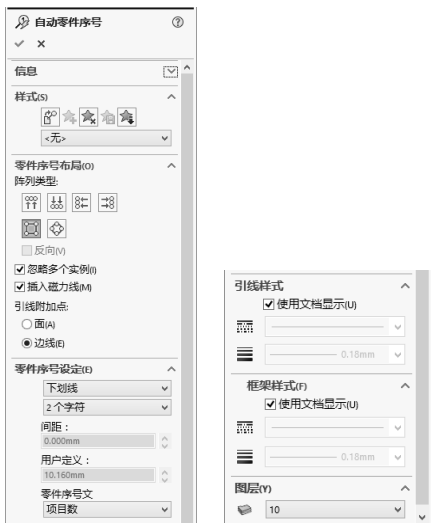
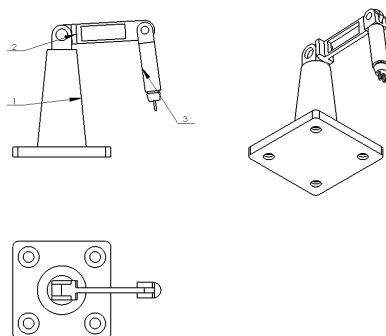

图 6-83 自动零件序号设置框
图 6-84 自动生成的零件序号
**05** 选择菜单栏中的“插入”→“注解”→“自动零件序号”命令，或者单击“注解”控制面板中的“自动零件序号”按钮，在图形区域分别单击右视图和轴测图将自动生成零件的序号，零件序号会插入到适当的视图中，不会重复。在弹出的属性管理器中可以设置零件序号的布局、样式等，参数设置如图 6-83 所示，生成零件序号的结果如图 6-84 所示。